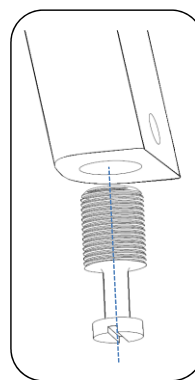

Figura 1.2
2. Enrosque el perno de montaje superficial en la pata de fundición (4) lugares, como se muestra en la figura 1.2.